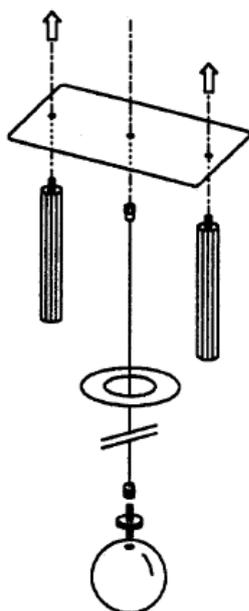

Fig. 10
- Vérifiez le bon serrage des vis de fixation pour le fil et la plaque annulaire, car les mesures deviennent imprécises lorsque la fixation du fil présente un jeu (fig. 10).